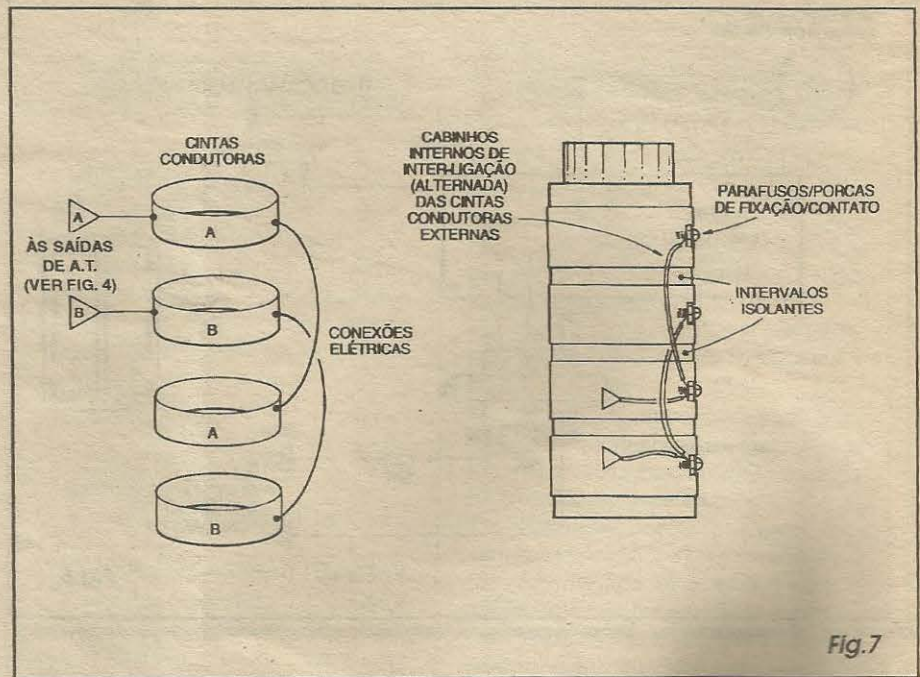

Fig. 7
- FIG. 7 - DETALHANDO AS SUPERFÍCIES DE CHOQUE, SUAS IDENTIFICAÇÕES E CONEXÕES - Para que tudo fique completamente claro, os diagramas complementam a figura anterior, podendo o leitor facilmente identificar com precisão a intercalação das cintas condutoras, suas identificações e conexões ao cir-